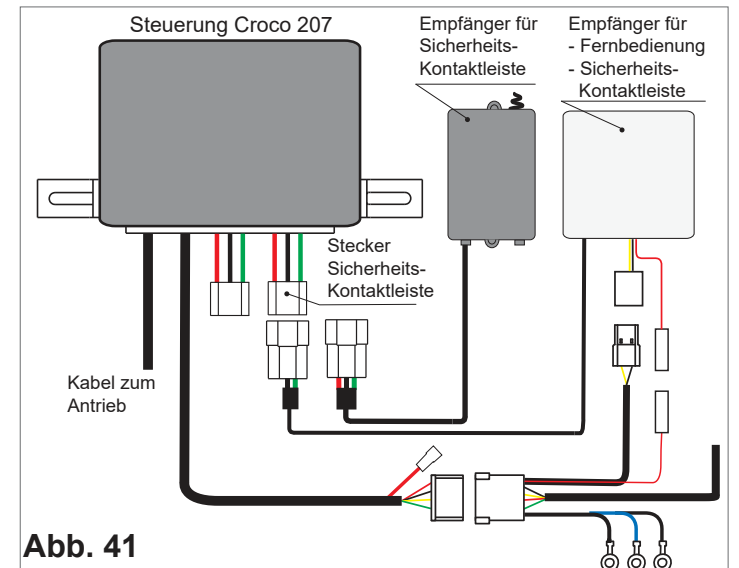

Abb. 41
**Croco 207:** Schliessen Sie den entsprechenden Empfänger, wie in Abb. 41 angegeben, an die Steuerung an.